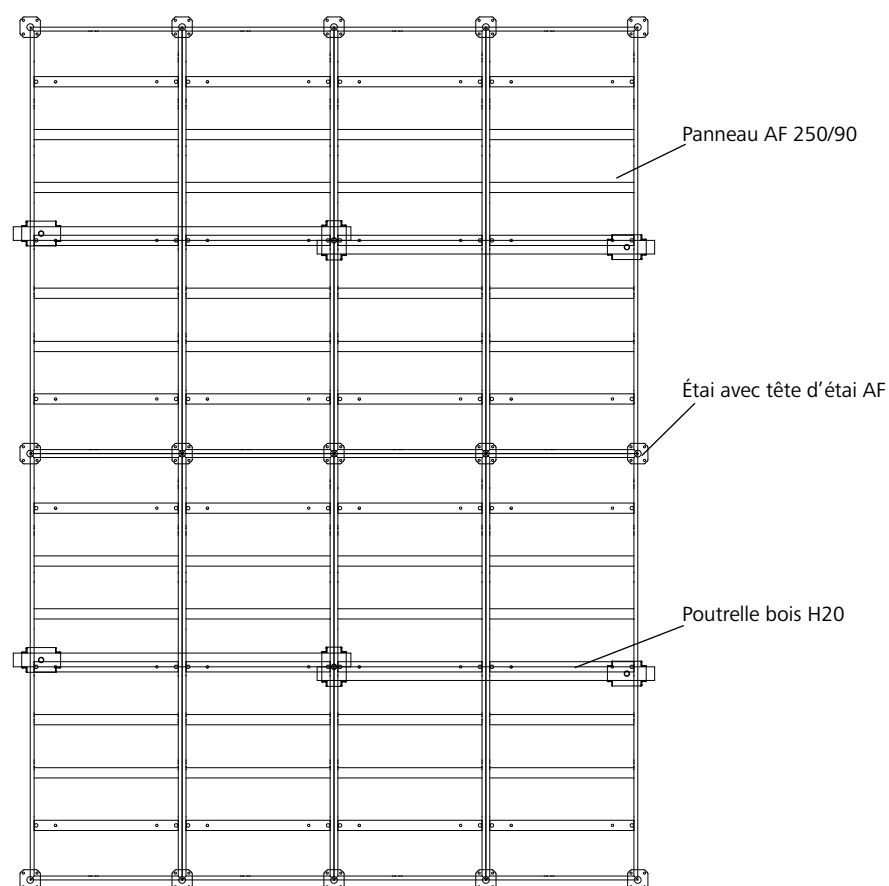

Fig. 11.2 Poutrelle bois H20 utilisée comme poutre à une seule travée
**Charges admissibles avec panneaux AluFix de 250/90 et appui central sur poutrelle H20 utilisée comme poutre à une seule travée (Fig. 11.2)**